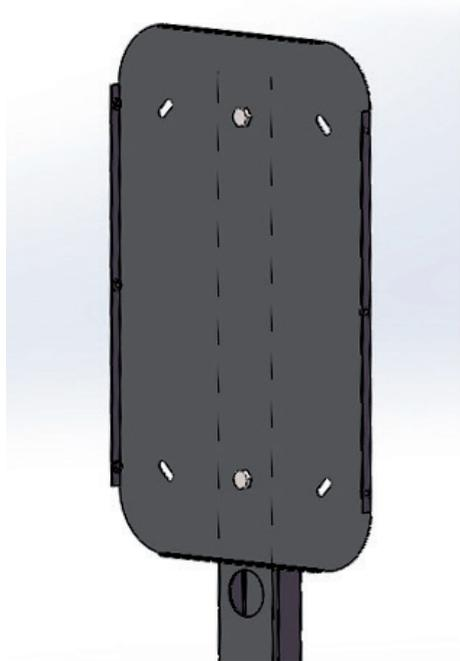

Abbildung 8
5. Entfernen Sie nun die Rückseite der Wallbox und befestigen Sie diese an die hierfür vorgesehene Klammer an der Säule mit 2 M8 x 45 mm Schrauben (siehe Abb. 8 und 9).